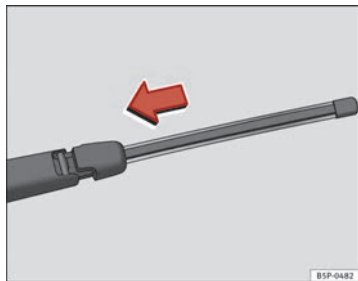

Abb. 140 Heckwischerblatt einsetzen
- Halten Sie das Wischerblatt wie in ⇒ Abb. 140 angezeigt fest und schieben Sie den Adapter so lange, bis er einrastet.